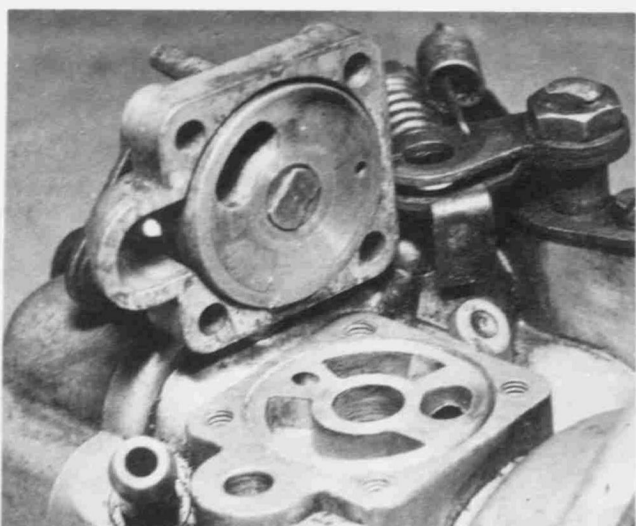

Bild 203
- Die vier versenkten Schrauben herausdrehen und den Startvergaser abnehmen. Die Dichtung beachten und ihren Zustand kontrollieren. Die Drehschieber in Kraftstoff waschen. Die beiden Startvergaser dürfen nicht vertauscht werden – sie sind nicht seitengleich (Bild 203).